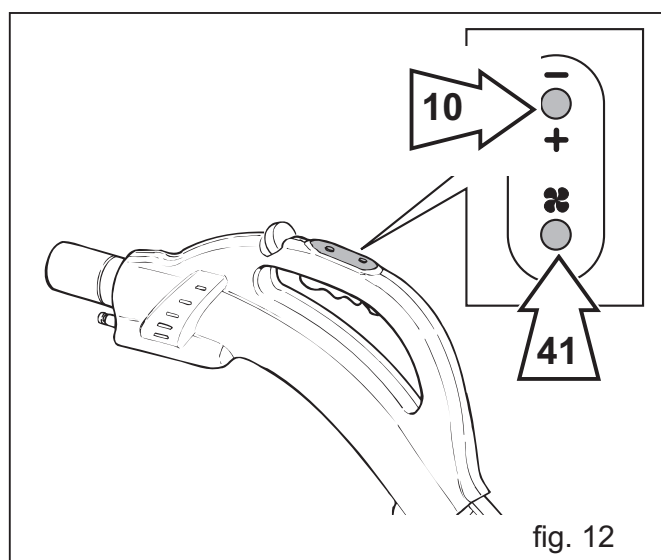
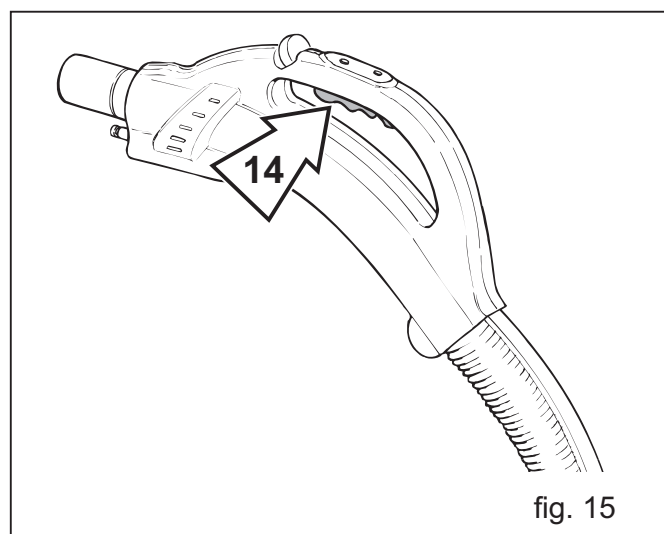

fig. 12
fig. 15
- Appuyer sur le bouton-poussoir **41** (fig. 12) de la poignée pour activer l'aspiration. Monter l'accessoire souhaité et commencer le travail. Pour interrompre l'aspiration, appuyer à nouveau sur le bouton-poussoir **41**.
- Actionner le levier vapeur **14** (fig. 15) sur la poignée et appuyer sur le bouton-poussoir **41** (fig. 12) pour activer l'aspiration.
- Actionner le levier vapeur **14** (fig. 15) sur la poignée.
- Appuyer sur le bouton-poussoir **41** (fig. 12) d'activation de l'aspiration.